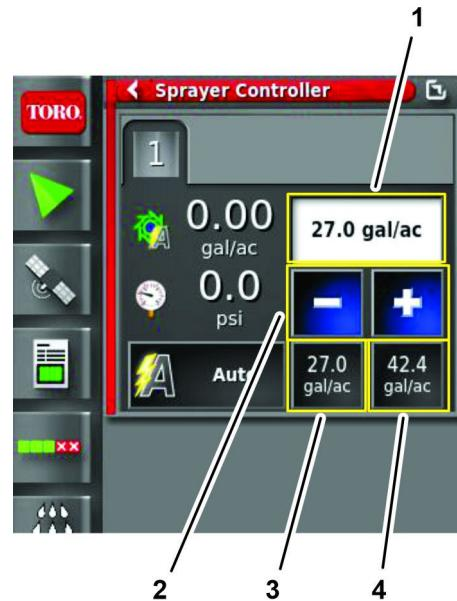

Figura 159
- Se il volume non è corretto, modificalo con i volumi preimpostati, a incrementi fissi, o selezionando la casella del volume attuale per inserire manualmente un volume di applicazione (Figura 159).